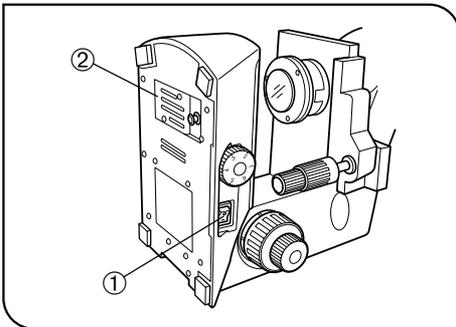

Abb. 1
1. Zur Vermeidung von elektrischen Schlägen oder Verbrennungen beim Auswechseln der Glühlampe zunächst den Hauptschalter ① ausschalten („○“) und anschließend das Netzkabel aus der Wandsteckdose ziehen. Wenn die Lampe während oder kurz nach Gebrauch des Gerätes ausgewechselt wird, die Lampenfassung ② und die Glühlampe vor dem Berühren auskühlen lassen (Abb. 1)